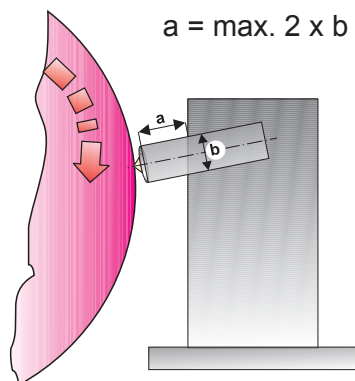

Bild 1
1. Die Einspannlänge a (Abstand von der Diamantspitze bis zur Aufnahme) sollte möglichst kurz sein, um einer Zerstörung des Diamanten durch Schwingungen entgegenzuwirken. (Bild 1)